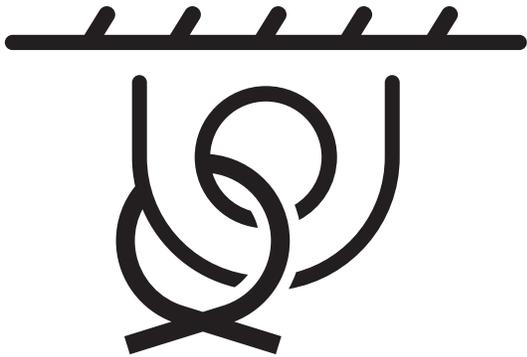

Figura 4. Símbolo de la correa de amarre
1. Localice los símbolos de las correas de anclaje (Figura 4) en los anillos protectores superiores derecho e izquierdo de la alisadora.